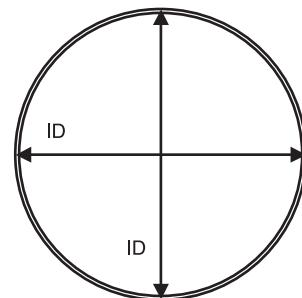

Figura 9-1:
(Vezi **Figura 9-1**)
- 1 Excavati materialul pana la aprox. 85% din diametrul conductei. Excavarea la suprafata si pe partile laterale ale conductei trebuie facuta cu unelte de mana pentru a evita lovirea conductei cu echipament greu (**Figura 9-1**)